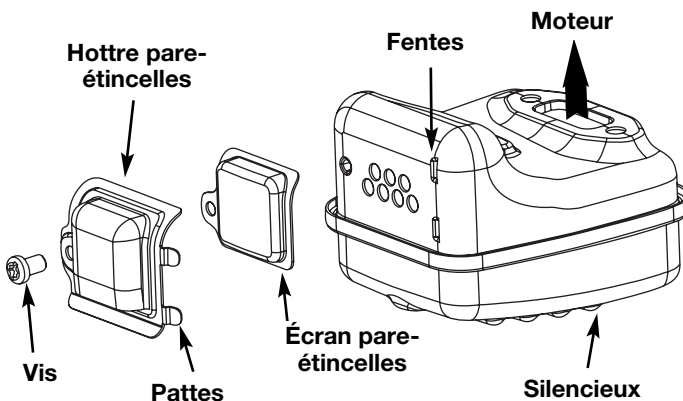

Fig. 26
- Situez le pot d'échappement sans le retirer. Trouvez le vis sur la partie inférieure du pot d'échappement (Fig. 26.) Retirez le vis en vous servant soit d'un tournevis torx #20 ou d'un tournevis plat.